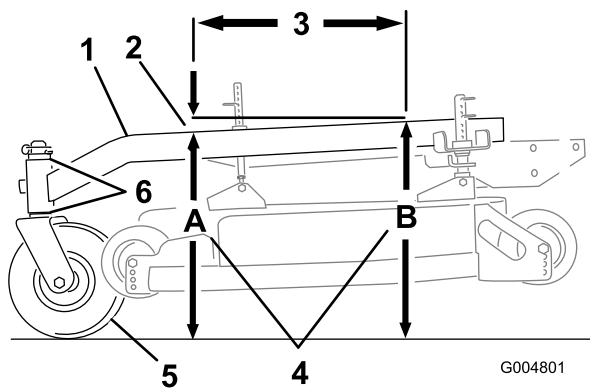

Figura 66
El bastidor de tiro debe tener una inclinación longitudinal de entre 3 mm (1/8 pulg.) y 9 mm (3/8 pulg.) a lo largo de 61 cm (24 pulg.) (Figura 66).
1. Mida 61 cm (24 pulg.) en el bastidor de tiro (Figura 66).
2. Mida la altura del bastidor de tiro en la posición A (Figura 66).
3. Mida la altura del bastidor de tiro en la posición B (Figura 66).
4. La altura en la posición A debe ser de 3-10 mm (1/8-3/8 pulgada) menor que la de la posición B (Figura 66).
5. Si la inclinación del bastidor de tiro no es la correcta, mueva los espaciadores de las ruedas giratorias para obtener una inclinación de 3-10 mm (1/8-3/8 pulgada) (Figura 66). Mueva espaciadores desde arriba o desde abajo para obtener la inclinación correcta.